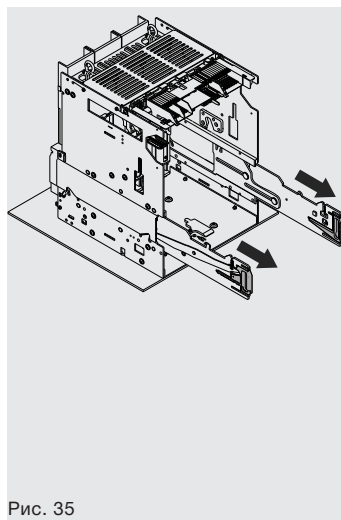

Рис. 35
2. Выдвиньте направляющие фиксированной части выключателя, воспользовавшись соответствующими рычагами. См. Рис. 35.